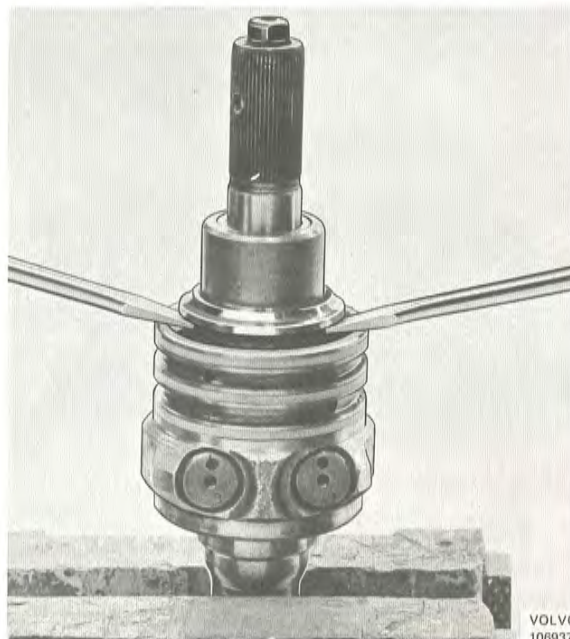

Bild 89. Demontering av lagerhylsa
8. Spänn fast snäckskraven mellan exempelvis kopparbackar. Ta bort inre lagerhylsa (60) och lager (61), se bild 89. Ta bort samtliga ringar (62–67) från snäckskraven.